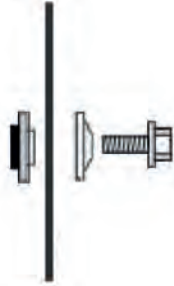

Рисунок 13
19. Рукоятка устройства фиксации угла наклона режущей головки (рис. 13)
Установите необходимый пильный диск и фланец на шпindelь и затяните болт против часовой стрелки (рисунок 13).